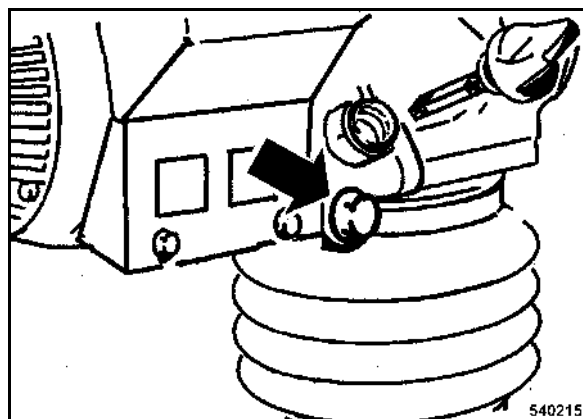

fig. 38
- Dévisser le bouchon de vidange (fig. 38) et laisser écouler l'huile usée dans un récipient approprié.